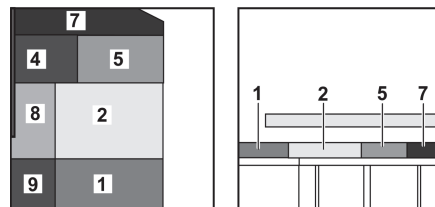

Fig. 153 Después de la transformación
- Colocar el cojín adicional (Fig. 153,7) en la mesa.
- Colocar los cojines adicionales (Fig. 153,4 y 5) detrás del cojín adicional sobre la mesa.
- Deslizar hacia adelante el cojín del asiento (Fig. 153,2).
- Colocar el cojín del respaldo (Fig. 153,1) entre el cojín del asiento y la pared dorsal.
- Colocar los cojines adicionales (Fig. 153,8, y 9) entre la pared lateral y los cojines sobre la mesa y el tablero.